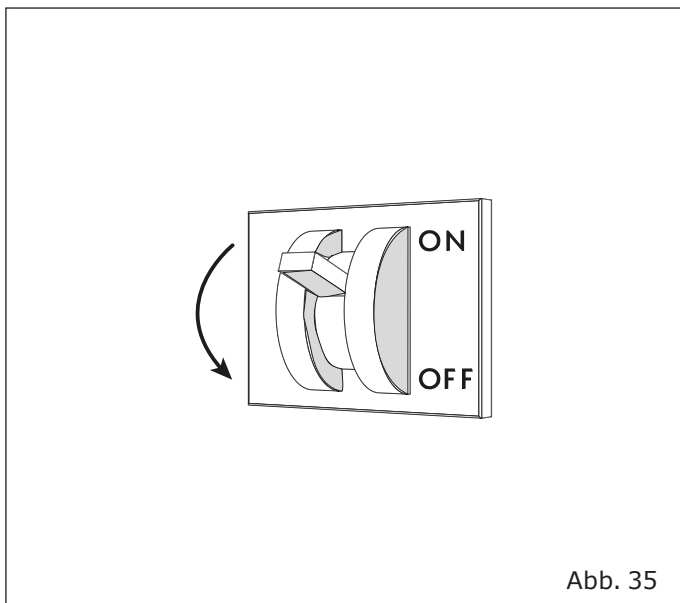

Abb. 35
- Trennen Sie das Kühlmöbel mit Hilfe des Wandschalters vom Stromnetz ("Abb. 35").